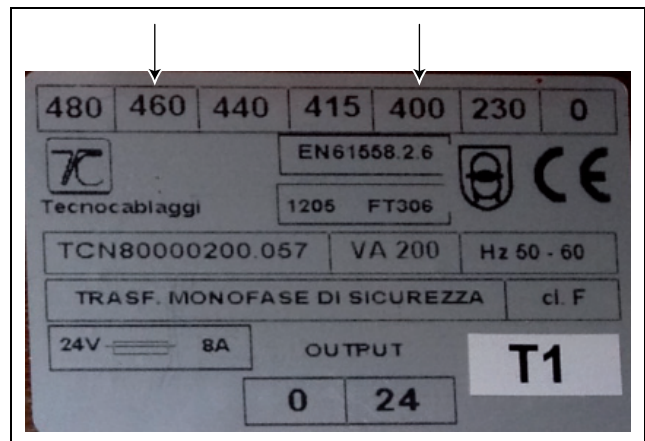

Abb. 14: Anschluss Transformator
- Trennen Sie diesen Anschluss auf der Primärseite und belegen Sie ihn auf 460 V neu (Abb. 14).